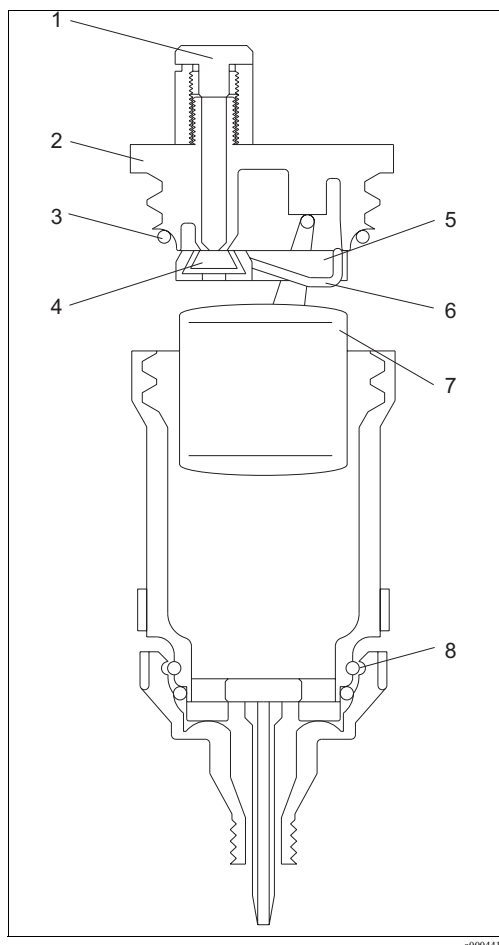

Рис. 14: Воздушный клапан. Сборочный чертеж
2. Удалите поплавковый узел. Для этого открутите верхнюю часть корпуса и поднимите узел верхней крышки вверх (рисунок 14, поз.2).